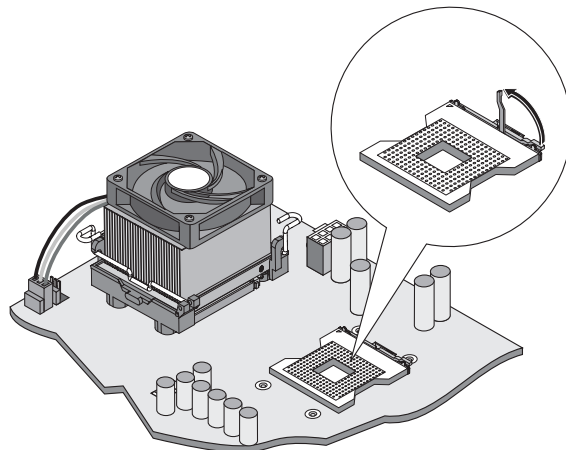

Abbildung 2-15: Öffnen des ZIF-Hebels
4. Öffnen Sie den ZIF-Hebel, damit der Prozessor herausgenommen werden kann (siehe Abbildung 2-15).